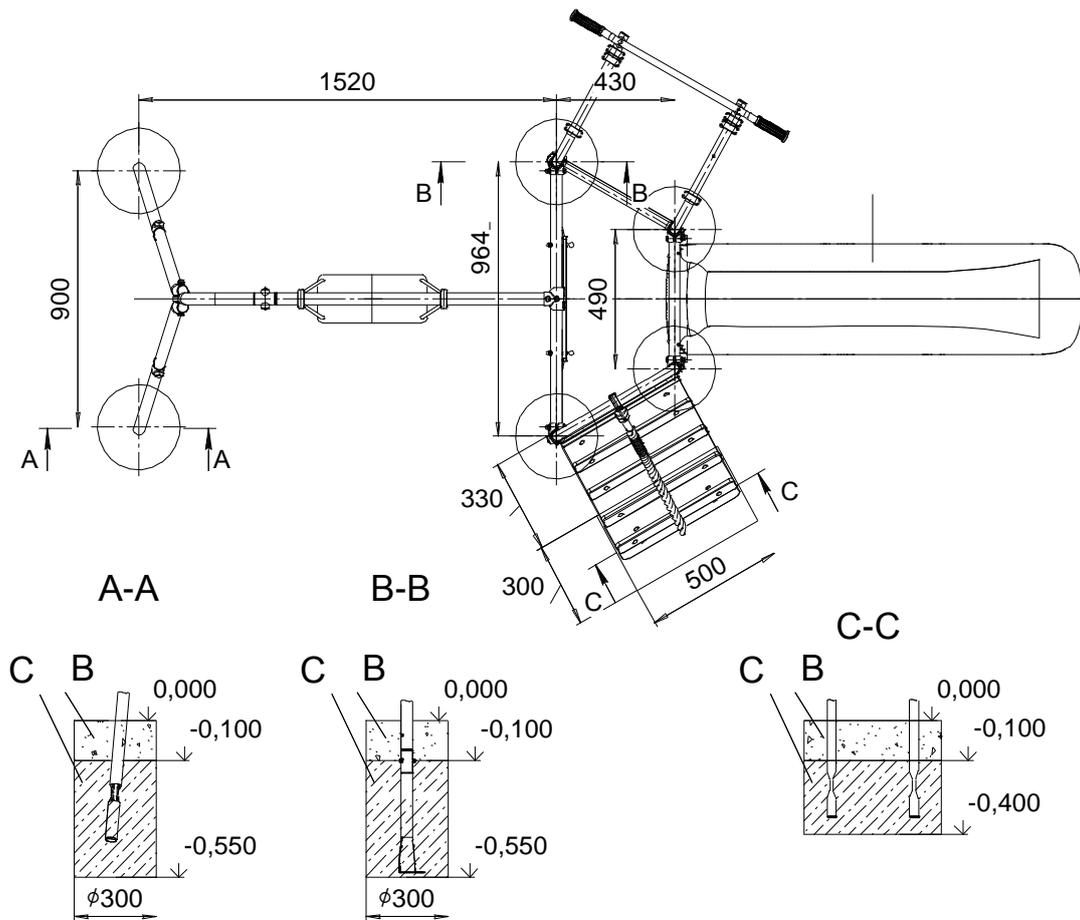

Рис.9
10.3.9 Установить КОМПЛЕКС в подготовленные ямы. Проверить вертикальность установки лестниц, используя отвес. Зabetонировать (бетон В15; V=0,23 м³) согласно схеме (Рис. 9); С – бетон, В – песок. Выставить КОМПЛЕКС по высоте площадки (табл. 1.)